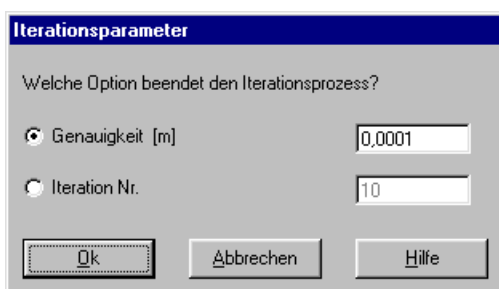

Bild 3-38 Optionsfeld "Iterationsparameter"
- Wählen Sie den Befehl "Alles berechnen" aus dem Menü "Berechnung" im Fenster des Programms *ELPLA-Berechnung*. Das Optionsfeld "Iterationsparameter" im Bild 3-38 erscheint